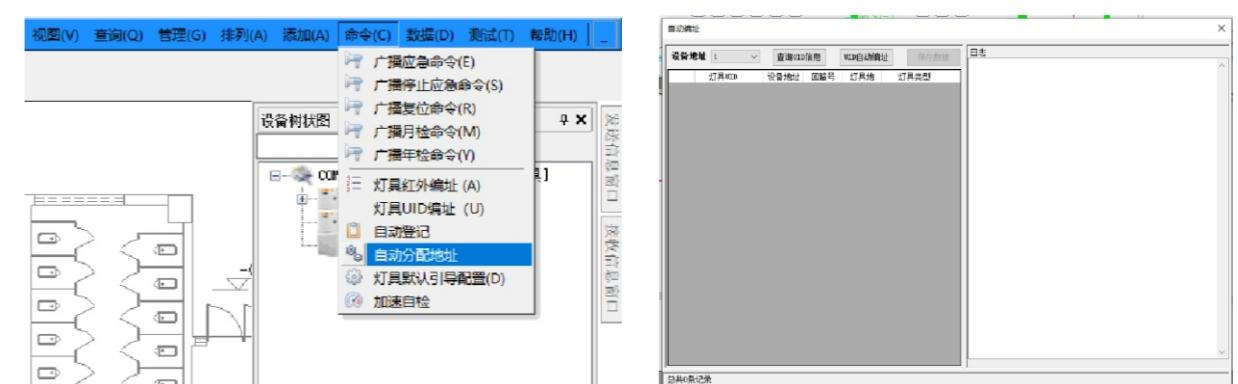

图7.4.1
④ 对灯具进行分配和注册:点击功能菜单区的命令菜单,点击自动分配地址。打开自动分配窗口后,先选择设备地址,然后点击UID自动编址(如图7.4.1),待右侧信息框内显示完成时,核对灯具信息与数量。核对无误后点击保存数据。依次对所有设备进行操作。列表模式至此即调试完成,平面图模式请继续后续步骤。